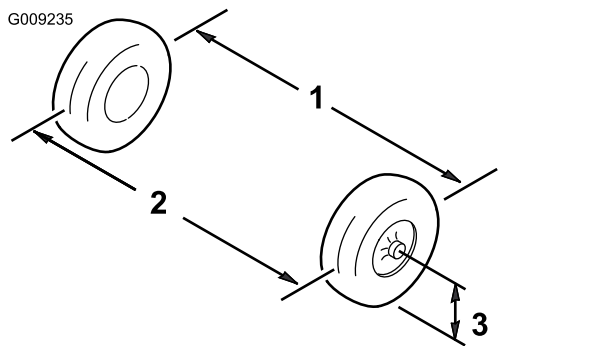

Figure 59
3. Mesurez la distance entre les roues avant à hauteur d'essieu, à l'avant et à l'arrière des roues (Figure 59).